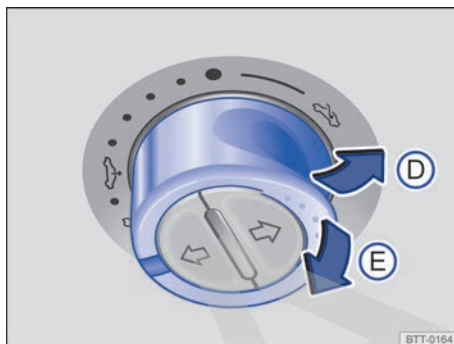

Fig. 94 En el revestimiento interior del techo: mando del techo de cristal.
- **Ajustar la posición deflectora hasta el tope:** presione el mando brevemente en el sentido de la flecha → **fig. 94** **D**.
- Antes de que transcurran algunos segundos desde que se activó la función antiaprisionamiento, tire del mando → fig. 94 **E** en el sentido de la flecha hasta que el techo se cierre completamente.